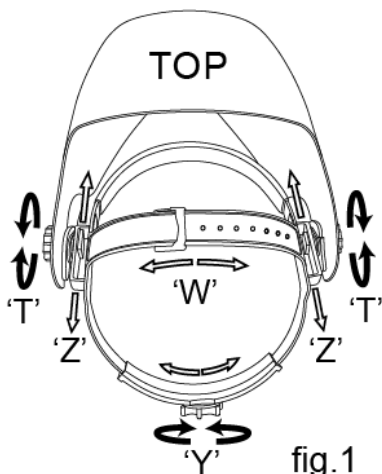

fig.1
Celkový obvod hlavového kříže může být zmenšen nebo zvětšen otáčením kolečka na zadní straně oblouku. (Viz.nastavení "Y" na fig.1). To může být provedeno i při používání kukly a umožňuje nastavit napětí tak, aby kukla seděla pevně na hlavě, aniž by byla příliš těsná.
- Je-li horní oblouk příliš vysoko nebo příliš nízko nad temenem hlavy, upravte nastavení popruhu, který prochází přes horní části hlavy. (Viz.nastavení "W" na fig.1).
Krok 1: Povolte matice (viz."T" na fig.1.) Nastavte vzdálenost mezi kuklou a vaším obličejem ve spodní poloze.
Krok 2: Povolte matice na obou stranách kukly a posuňte jej blíže nebo dále od obličeje. (Viz.nastavení "Z" na fig.1). Je důležité, aby vaše oči byly vždy ve stejné vzdálenosti od filtru. Jinak ztmavení může vypadat jako nestejněmorné. Krok 3: po nastavení znovu utáhněte nastavovací matice.